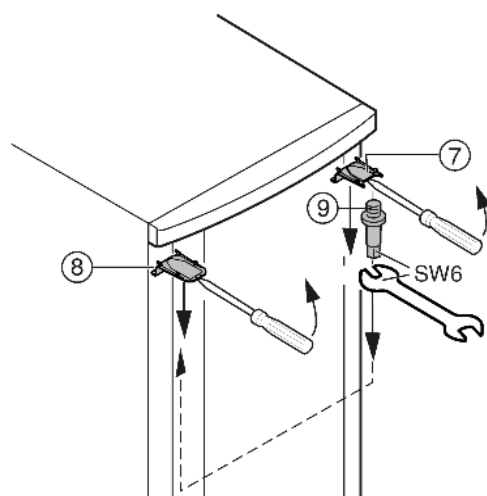

Fig. 7
- ▶ Odstraňte kryt Fig. 7 (7) a kryt Fig. 7 (8) šroubovákem vpředu uvolníte ze západek a odstraňte pohybem šikmo směrem dolů.
- ▶ Vyšroubujte ložiskové čepy Fig. 7 (9) a na protější straně zašroubujte silou (**4 Nm**).
- ▶ Namontujte opět kryt Fig. 7 (7) na straně ložiskového čepu: vzadu nasad'te, vpředu nechte zaskočit do západek.
- ▶ Namontujte opět kryt Fig. 7 (8) na protější straně: vzadu nasadte, vpředu nechte zaskočit do západek.
- ▶ Zavěste dveře nahoře do ložiskového čepu Fig. 7 (9).